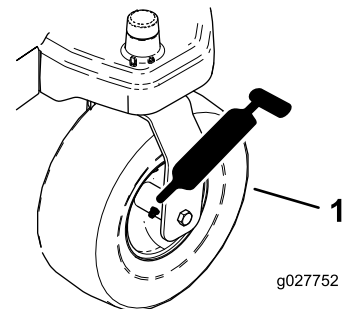
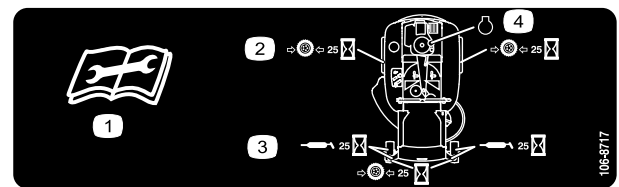

Figura 25
Figura 26
3. Limpie los engrasadores con un trapo (Figura 25 y Figura 26).
4. Conecte una pistola de engrasar a cada punto de engrase (Figura 25 y Figura 26).